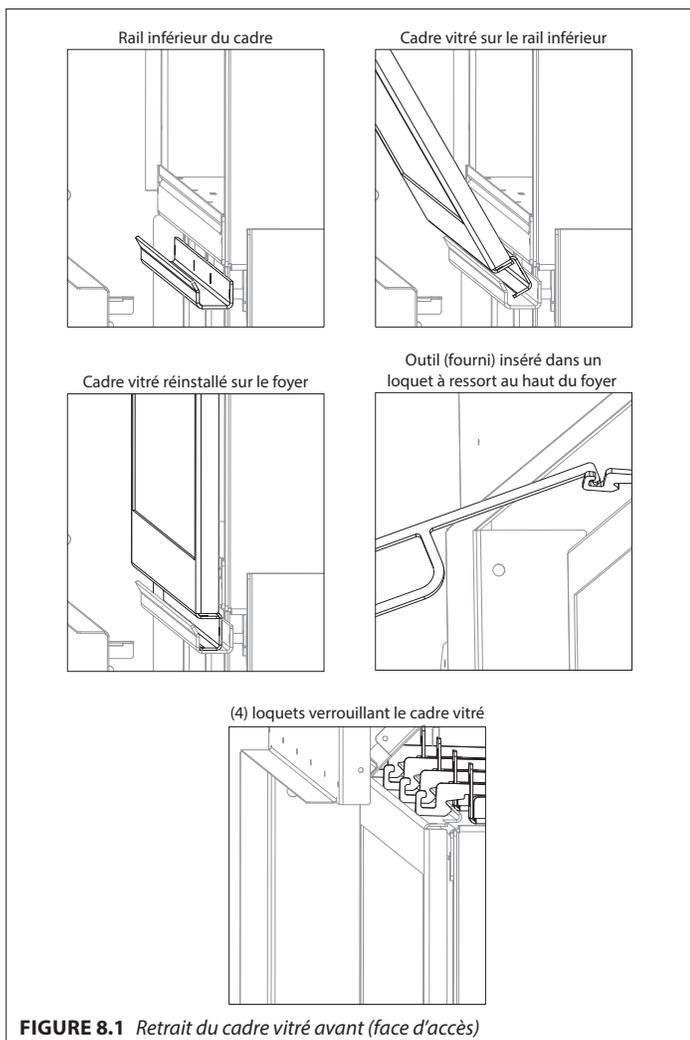

FIGURE 8.1 Retrait du cadre vitré avant (face d'accès)
2. Repérez les (4) loquets à ressort retenant le cadre vitré au haut du foyer. Utilisez l'outil fourni pour déverrouiller les loquets de la bride au haut du cadre vitré. Voir la Figure 8.1.
2. Utilisez l'outil fourni pour tirer les (4) loquets pour les verrouiller avec la bride au haut du cadre vitré. Voir la Figure 8.1.